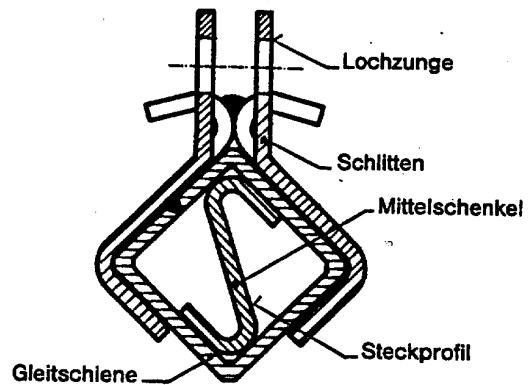

Bild 7b
5.3.b) Unbedingt beachten, daß die beiden Lochzungen am Schlitten „richtungsgleich“ mit dem Mittelschenkel des Steckprofils liegen. Sichtkontrolle durch das Innenrohr (Bild 7b).